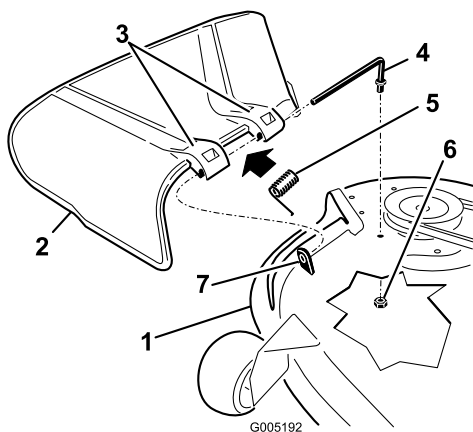

Figura 48
1. Individuate le parti illustrate nella Figura 48.
2. Togliete il dado (9,5 mm) dall'asta sottostante il tosaerba (Figura 48).
3. Estraete l'asta dal distanziatore corto, dalla rosetta di sicurezza interna, dalla molla e dal deflettore di sfalcio (Figura 48). Togliete il deflettore dell'erba tagliata se è danneggiato o consumato.
4. Rimontate il deflettore di sfalcio e la rosetta di sicurezza interna (Figura 48).
6. Collocate la molla sull'asta (tenendo abbassati i fili alle estremità), tra le staffe del deflettore di sfalcio. Infilate l'asta nella seconda staffa del deflettore di sfalcio e nella rosetta di sicurezza interna (Figura 48).
7. Inserite l'asta dalla parte anteriore del deflettore dello sfalcio, nel piccolo isolatore sul piatto di taglio. Fissate l'estremità posteriore dell'asta nel tosaerba con un dado (9,5 mm) (Figura 48).